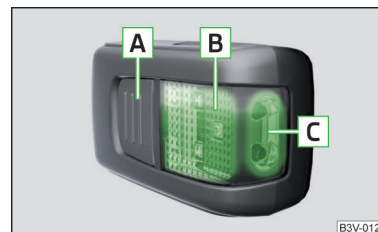

Fig. 138
Descripción de la luz » fig. 138
- » Para **encender** de la lámpara retirada, presionar la tecla **A** » fig. 138. Presionando nuevamente se **apaga** la lámpara.
Si no se apaga la lámpara y está colocada correctamente en el soporte, los medios de iluminación LED en la parte delantera de la lámpara **C** » fig. 138 se apagan automáticamente.